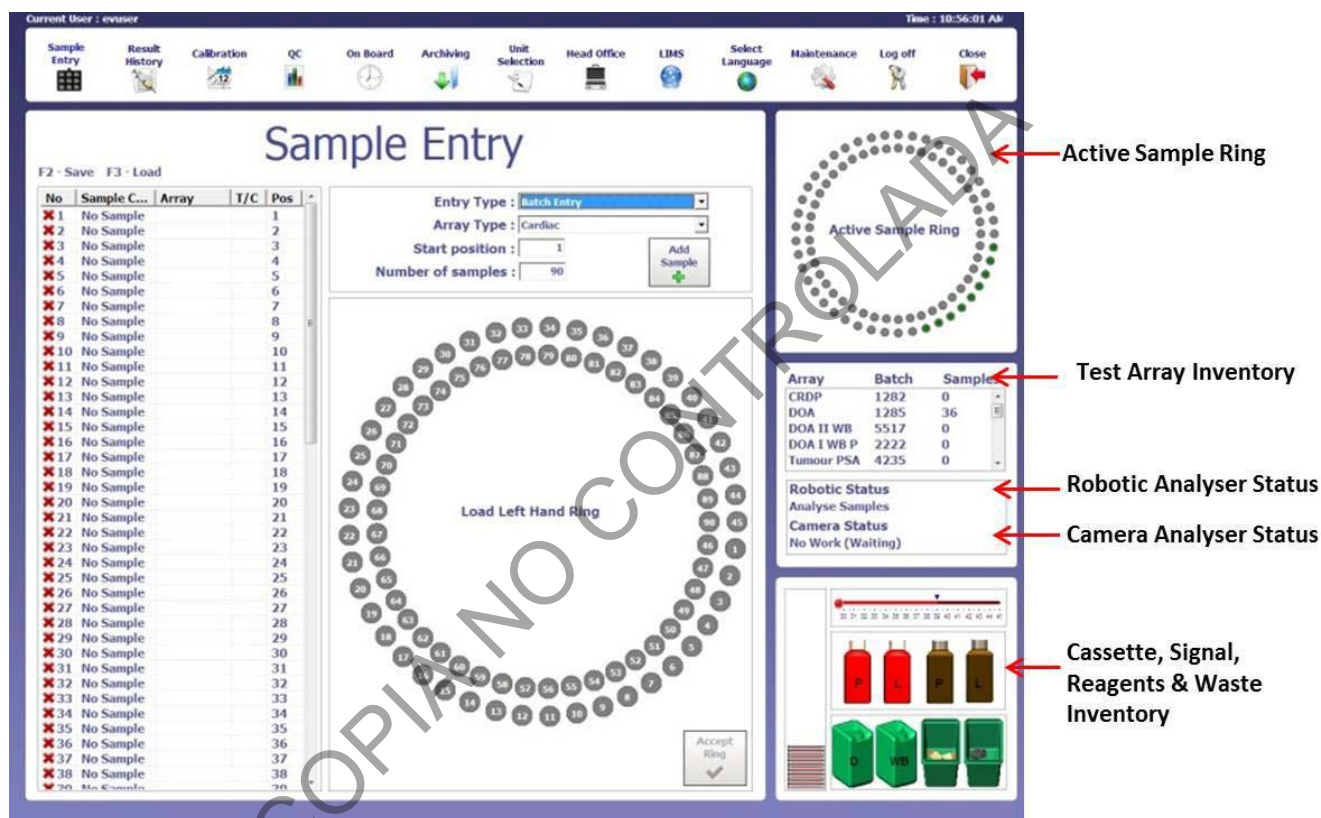

Figura 1.13
7.3.4 Seleccione en el menú superior "Sample Entry" (figura 1.13), para realizar la secuencia.